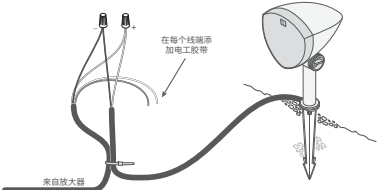

图 4
- 从离放大器最近的扬声器开始，根据下表剥去相应放大器通道的埋地线线切割端 3/4 英寸 (1.9 厘米) 的绝缘层，然后剥去相应扬声器尾纤末端的绝缘层。用电工胶带包裹所有未使用的线芯，以防受潮和短路 (见图 4)。
- 用扎带将直埋电缆连接到扬声器尾纤 (见图 4)。